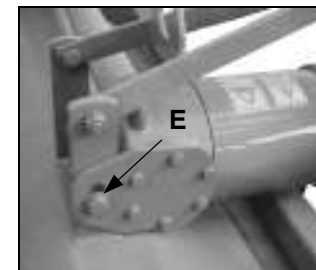

Fig. 6
4. Allentare quindi il dado di bloccaggio E (fig. 6) e ripristinare l'allineamento dell'albero di trasmissione F (fig. n. 4)